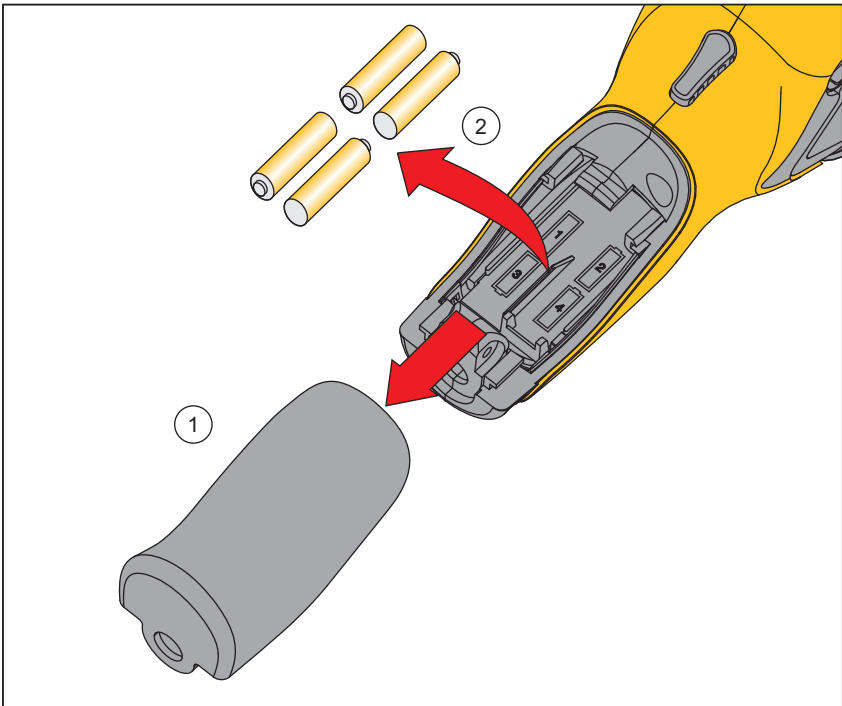

Abbildung 12. Batterien des VT02 ersetzen
3. Setzen Sie neue Batterien ein, und achten Sie dabei wie in Abbildung 12 dargestellt auf die korrekte Polarität.